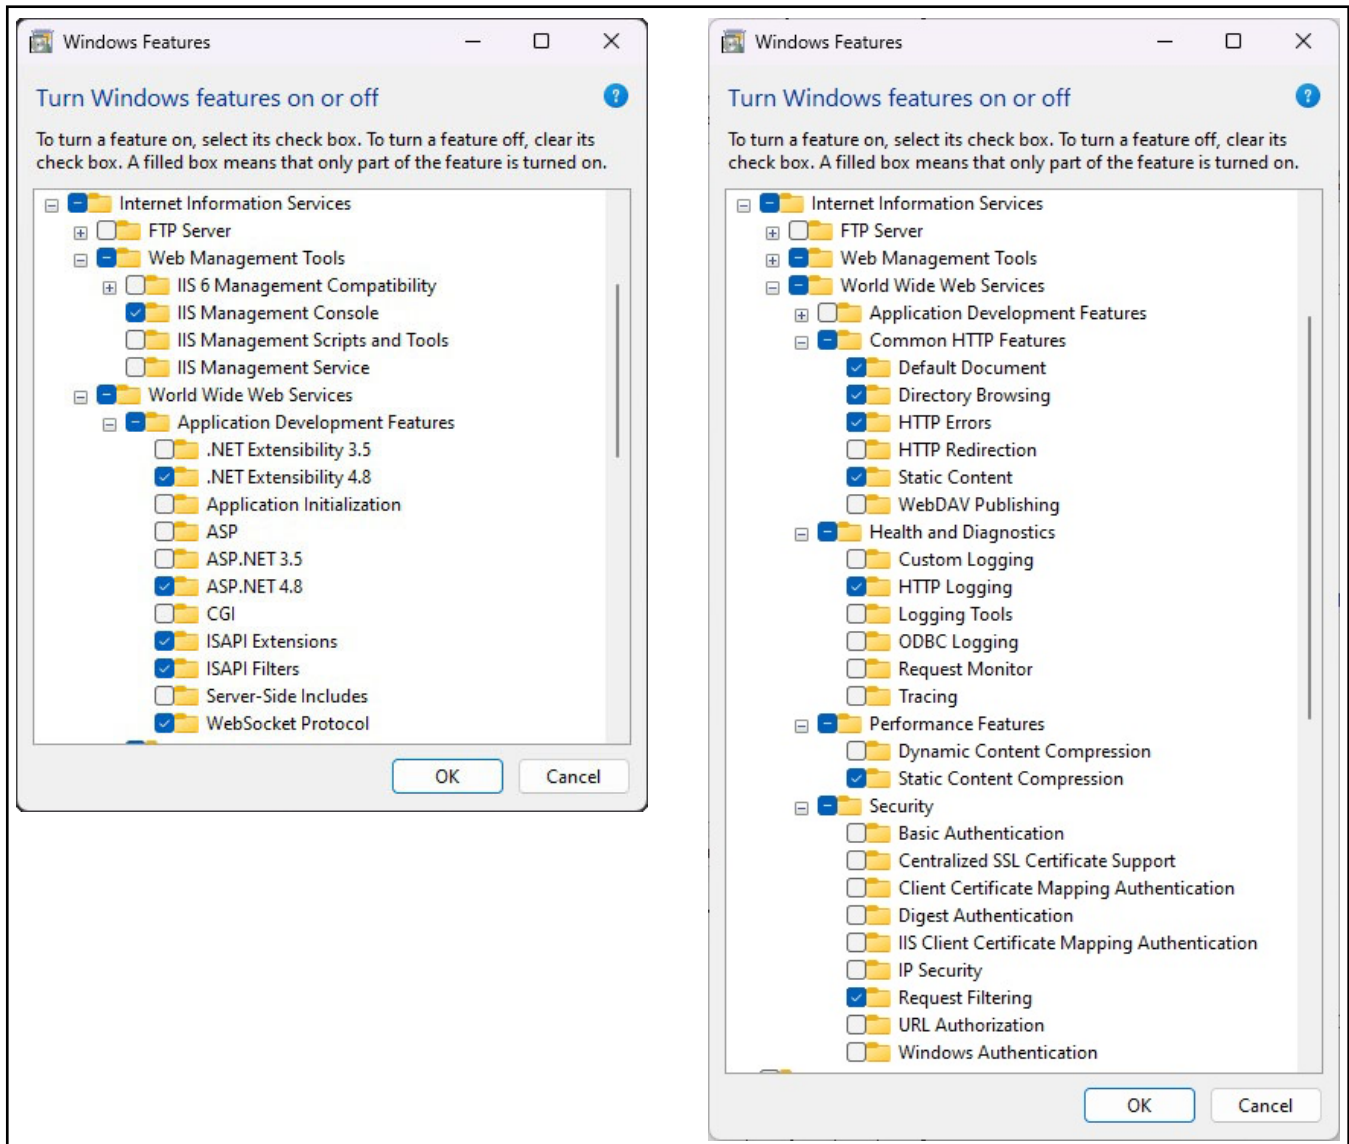

Abbildung 2-17. Konfigurierte Windows-Features
- B.1 Das Dialogfeld **Windows-Features aktivieren oder deaktivieren** wird angezeigt (siehe Abbildung 2-17 auf Seite 16).
- B.2 Erweitern Sie die Option **Internetinformationsdienste** und aktivieren Sie die in Abbildung 2-17 aktivierten Kontrollkästchen.